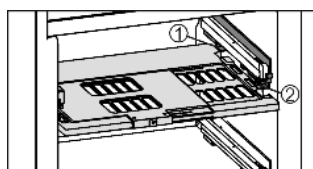

Fig. 17
- ▶ Установка пластины регулировки влажности: поперечные ребра крышки на пластине вставить через низ в задний держатель Fig. 17 (1) и защелкнуть спереди на держателе Fig. 17 (2).